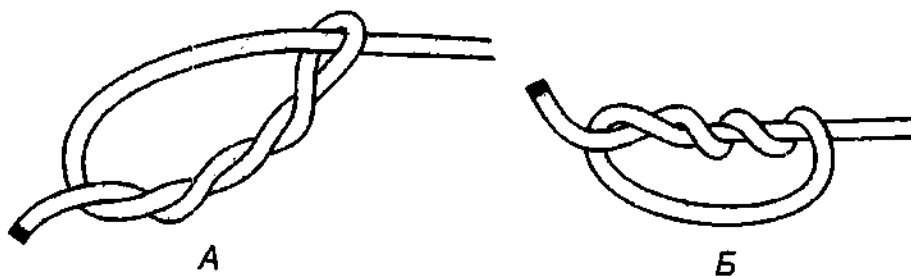

Рис. 98. Удавка (А) и кровавый узел (Б). Ходовой конец у удавки обматывается вокруг себя, а у кровавого узла вокруг коренного конца.
**Удавка** – универсальный узел, который можно использовать не только как петлю или узел для крепления троса к опоре, но и как великолепный стопорный узел (рис. 98). **Удавка-стопор** не портит трос, и после использования очень легко развязывается.